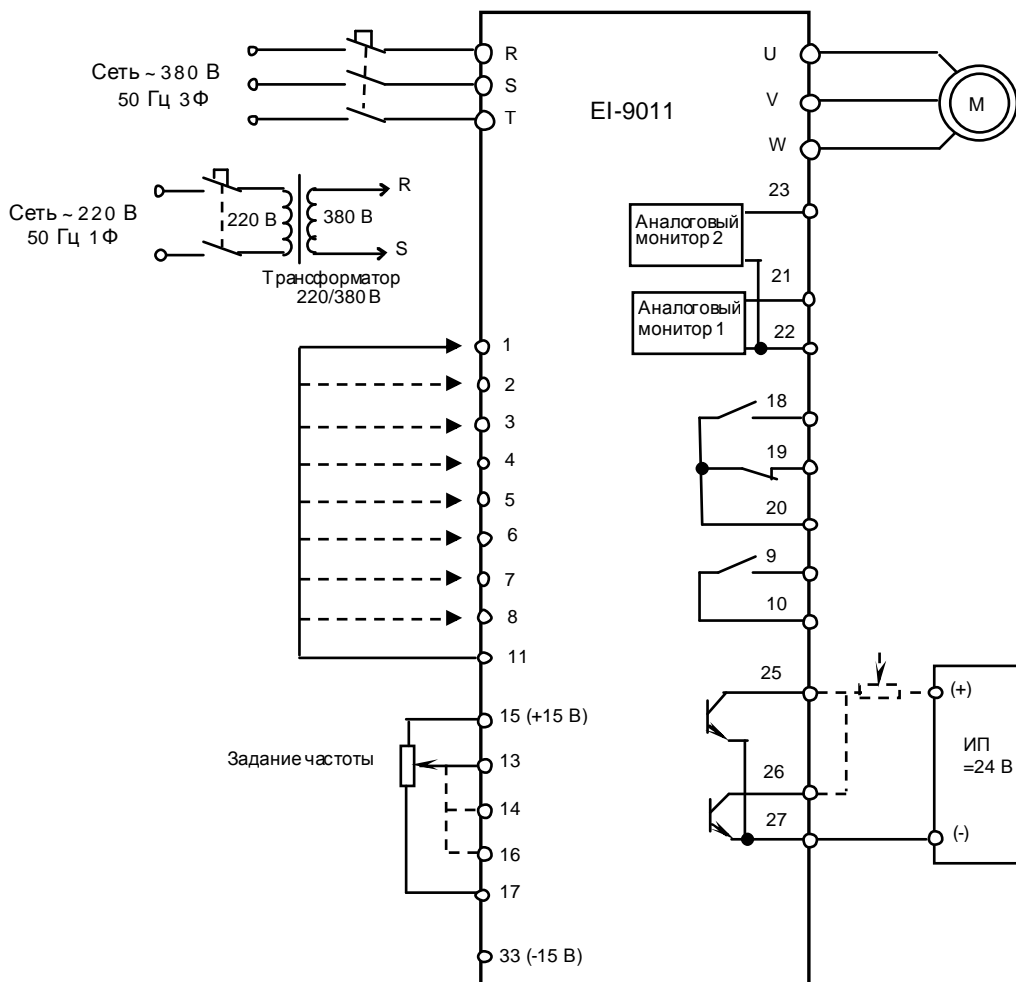

Рис. 4.14. Диагностика цепей управления преобразователя EI-9011.
4.16.18. Отсоединить потенциометр от клемм 15, 16, 17 и присоединить его к клемме 25 и к источнику питания ≈ 24 В, как показано на рис. 4.14. Включить источник питания. При помощи мультиметра в режиме измерения постоянного напряжения $V=$ измерить напряжение между клеммами 25 и 27 – должно быть 24 ± 2 В.